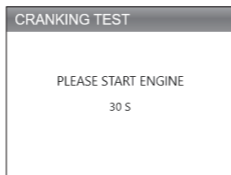

図 4.3.2
2. テストは 30 秒以内にエンジンを始動するように促すことから始まります。（図 4.3.2 を参照）